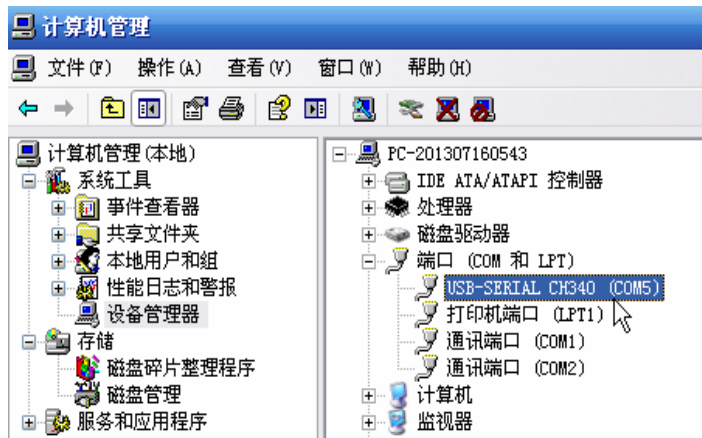

图 3.5 查看 USB-SERIAL CH340 对应的串口号
4. 在右侧的树控件里单击“端口”节点，查找USB-SERIAL CH340（若没有出现USB-SERIAL CH340，则需要重新插拔一下USB-485），再查看对应的端口号，如图 3.5 所示。